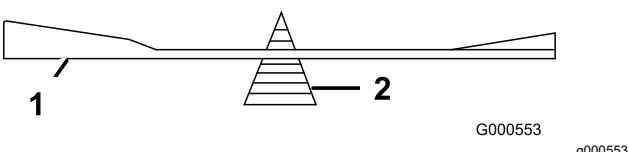

Figura 65
2. Controllate l'equilibrio della lama posizionandola su un bilanciatore (Figura 65).